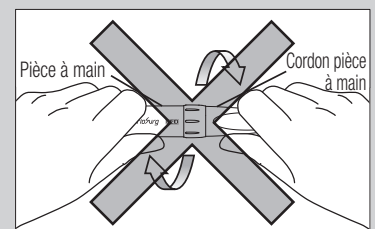

Fig. 22
**ATTENTION**  • La pièce à main ne peut pas être retirée du cordon de la pièce à main. Ne pas retirer ou forcer la pièce à main pour éviter d'endommager les pièces internes et de provoquer des défaillances. (Fig. 22)